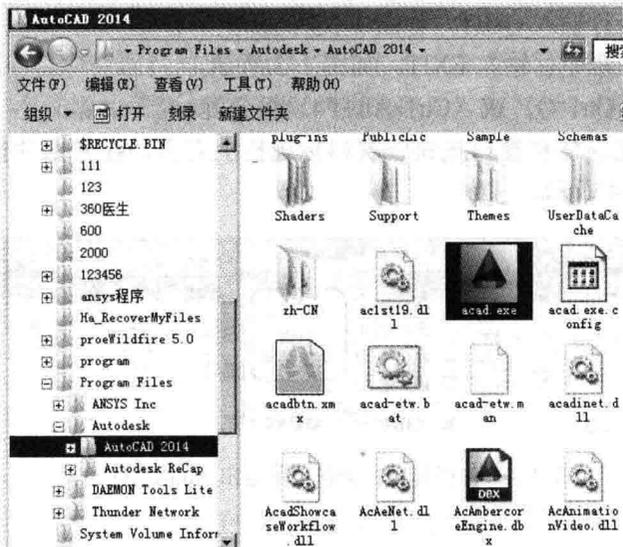

图 1-2 从安装目录启动 AutoCAD 2014
- AutoCAD 2014 的安装位置:如果用户具有管理权限,则可以从 AutoCAD 2014 的安装位置运行该程序。在安装目录(如 E:\Program Files\Autodesk\AutoCAD 2014)中双击 acad.exe,如图 1-2 所示。